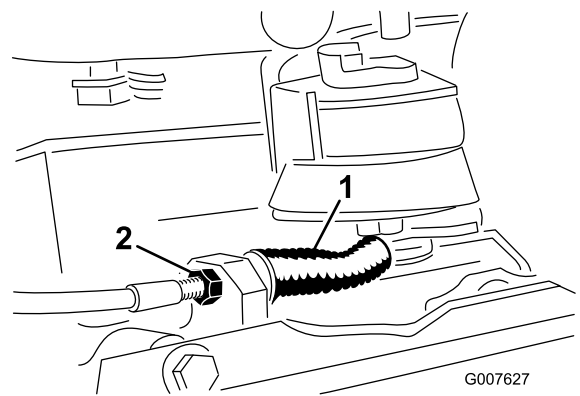

图34
- 要减少拉线的张力，应拧松前拉线锁紧螺母，同时拧紧后锁紧螺母（图34）。如果需要，应重复步骤 1 和 2 并进行调节。
- 要增加拉线的张力，应拧紧前拉线锁紧螺母，同时拧松后锁紧螺母（图34）。如果需要，请重复步骤 1 和 2 并进行调节。